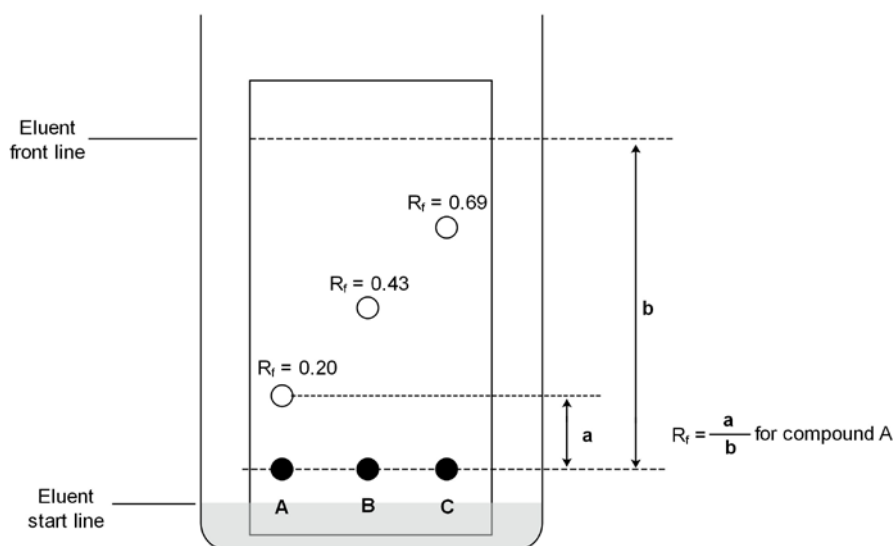

図 P5-4. TLC プレートと R_f 値の例
- ドラフトチャンバーの中で TLC プレートに UV ランプをかざす。見えるスポットすべてを鉛筆で囲い、図 P5-4 の A、B、C で例示したように *p*-クロロベンズアルデヒドと生成物の R_f 値を計算する。